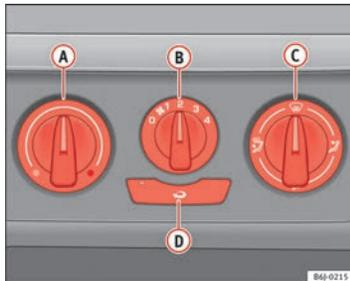

Abb. 91 In der Instrumententafel: Bedienelemente der Heizung
- Drehen Sie den Temperaturregler **A** ⇒ Abb. 91 nach links.
- Drehen Sie den Temperaturregler **A** ⇒ Abb. 91 nach rechts, bis die gewünschte Heizleistung erreicht ist.
- Drehen Sie den Temperaturregler **A** ⇒ Abb. 91 ganz nach rechts auf die höchste Heizleistung.
- Drehen Sie den Temperaturregler (A) ⇒ Abb. 91 in den Heizbereich.
- Drehen Sie den Gebläseschalter (B) in die Gebläsestufen 2 - 3.
- Schließen Sie die Düsen (3).
- Öffnen Sie die Düsen (4) und richten Sie sie auf die Seitenfenster.